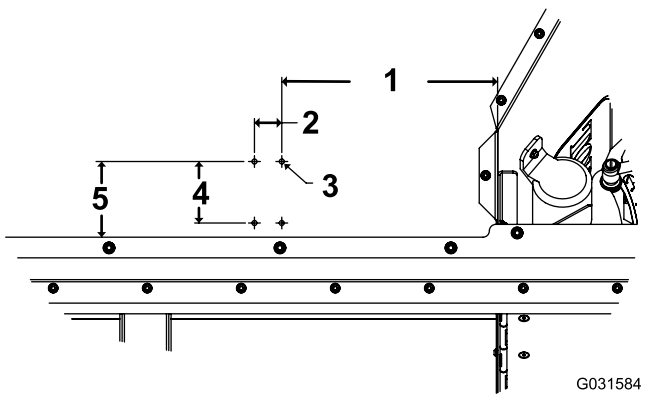

图6
1. 在料斗侧面钻出 4 个安装孔 7mm。请参阅图6了解钻孔尺寸信息。